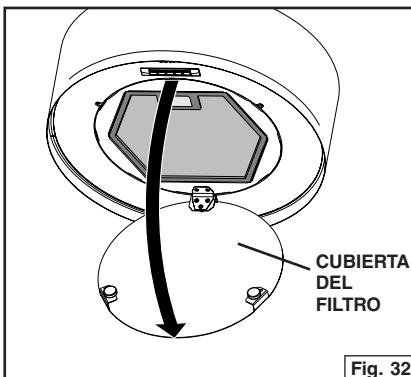

Fig. 32
- A. Gire hacia abajo la cubierta del filtro. Fig. 32.